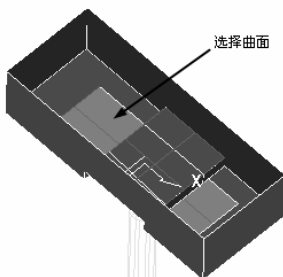
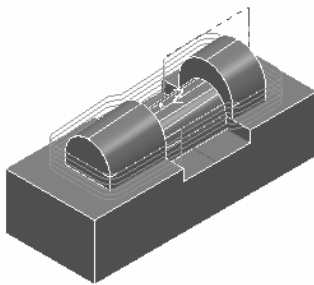

图 2-202 选择曲面
图 2-203 生成的刀具路径
(7) 在图形区选择图 2-202 所示的曲面，然后在“轮廓精加工”对话框中单击“计算”按钮和“接受”按钮，确定参数并退出对话框，生成的刀具路径如图 2-203 所示。